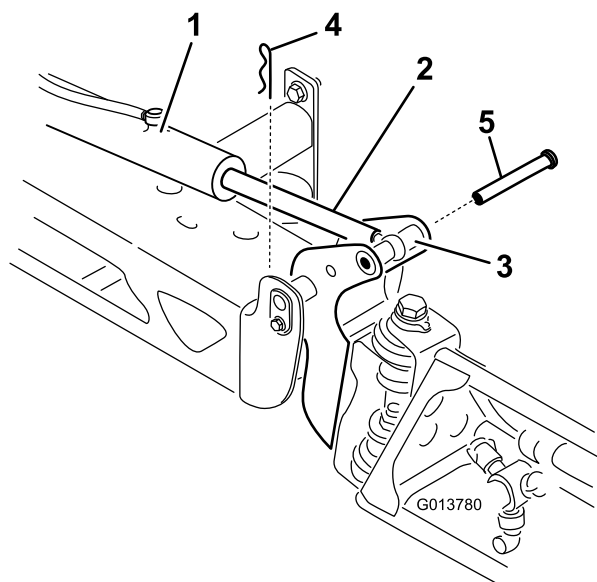

Figure 54
2. Retirez la goupille fendue de l'axe de pivot (Figure 54).
3. Soulevez la rampe et déposez l'axe (Figure 54). Abaissez lentement la rampe au sol.
7. Tout en maintenant la rampe, insérez l'axe dans le pivot de rampe et la tige de vérin (Figure 54).